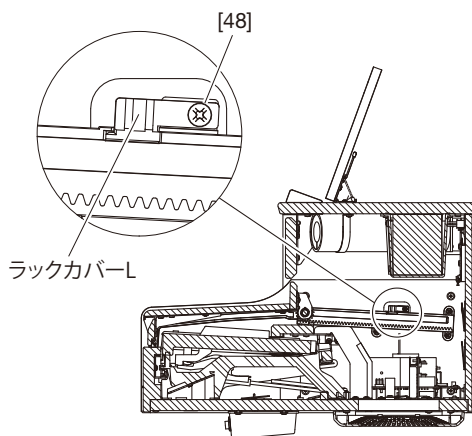

図 9
3. [48]のネジ 1 本を外して、ラックカバー(L)を外します。(図 9)